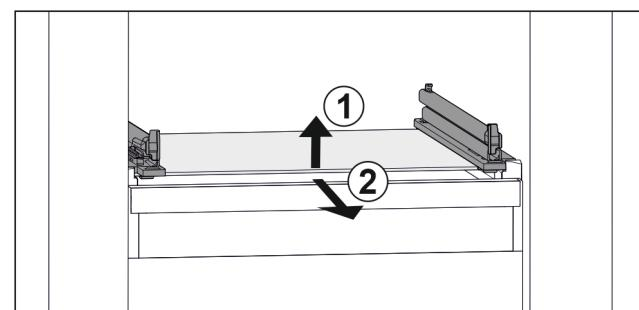

Fig. 118 Приближене відображення скляної пластини
- Підняти скляну пластину спереду. Fig. 118 (1)
- Вийняти скляну пластину рухом вперед. Fig. 118 (2)